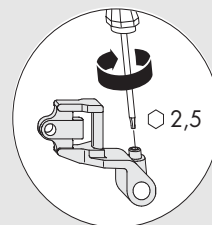

Bild 2
- B** Lagerbolzen (8/14) unbedingt mit Gewindestift im Winkelbandlager (10/15) sichern (siehe Bild 2).